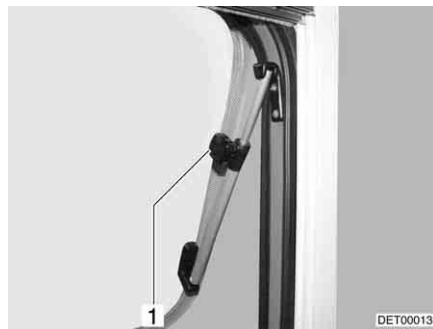

Bild 59 Överkantshängt fönster med vridspärr
- Öppna det överkantshängda fönstret till önskat läge och lås det med den lettrade hylsan (Bild 59,1).
- Vrid den lettrade hylsan (Bild 59,1) tills låsningen släpper.